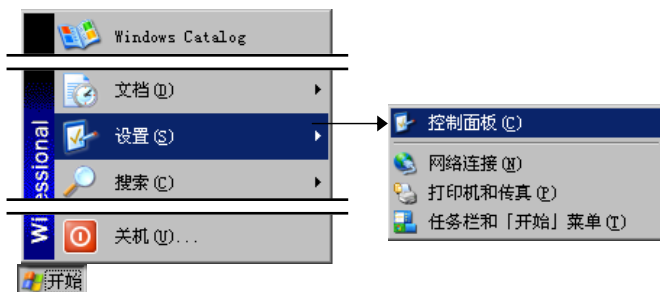

图 2.3.1 Windows “开始”菜单
Step1. 选择 Windows 的  **开始** →  **设置 (S)** →  **控制面板 (C)** 命令，如图 2.3.1 所示。